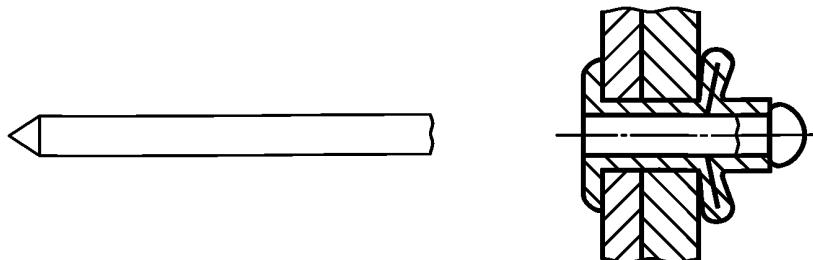

Рисунок 16 — Разрезной стержень
**2.3.5 разрезной стержень (slotted shank):** Корпус заклепки, имеющий продольные разрезы в средней части стержня заклепки между головкой и концом заклепки (рисунок 16).